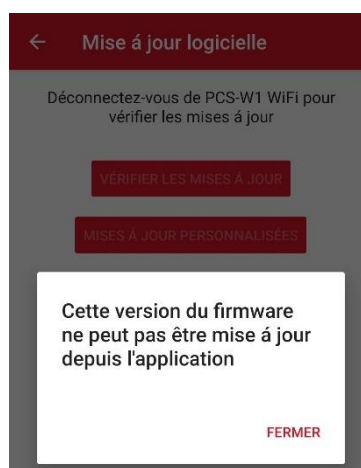

Figure 3-26 Alarme Impossible d'effectuer la mise à jour
- a. L'affichage du message indiqué dans la Figure 3-26 indique que le Agri-Motion X-tend (ou dans le cas le PCS W1) appartient à la première **génération** et qu'il doit être remplacé par un point d'accès de nouvelle génération.